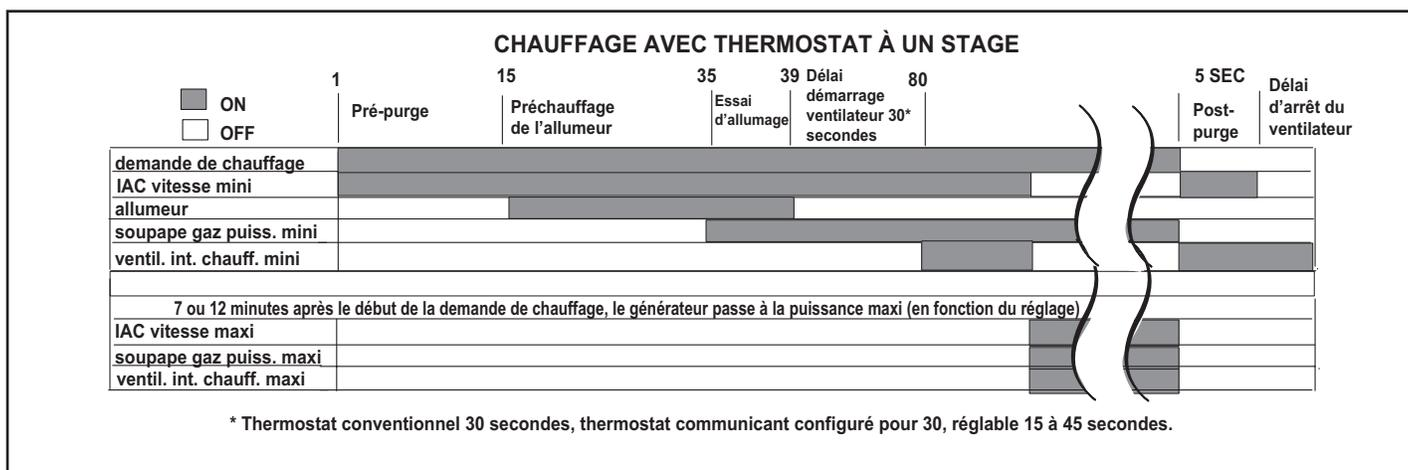

FIGURE 63
**Voir la FIGURE 63 pour la séquence d'allumage**